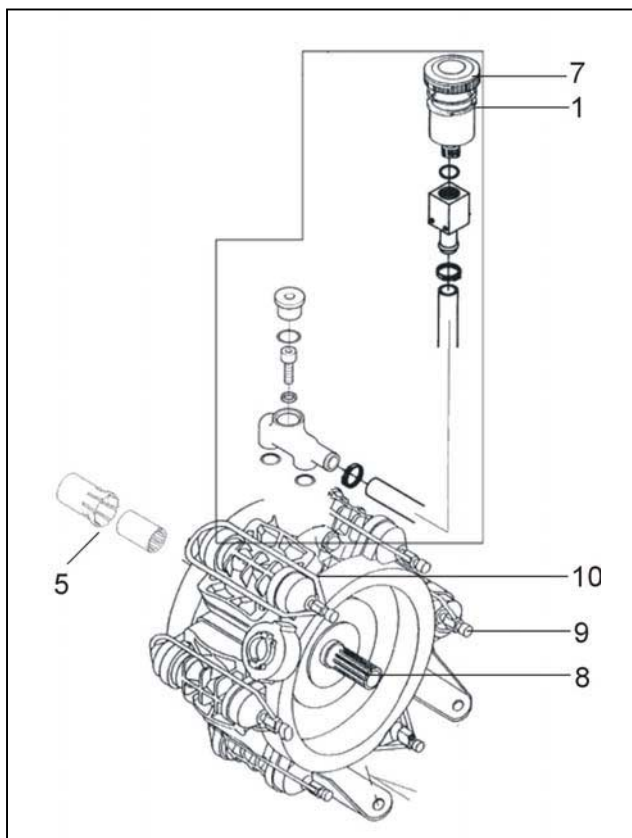

Fig. 9.1
- Boltene (fig. 9.1/9) spændes på kryds med et spændingsmoment på **11 Nm**.